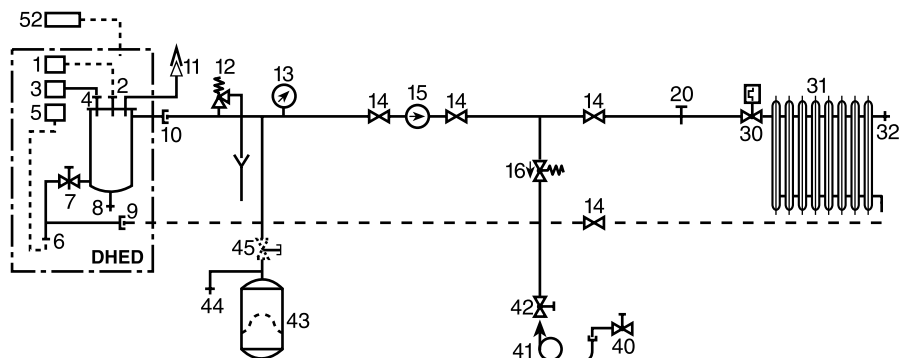
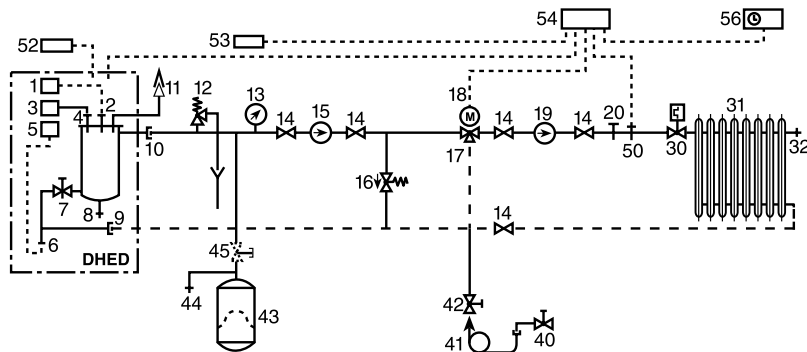
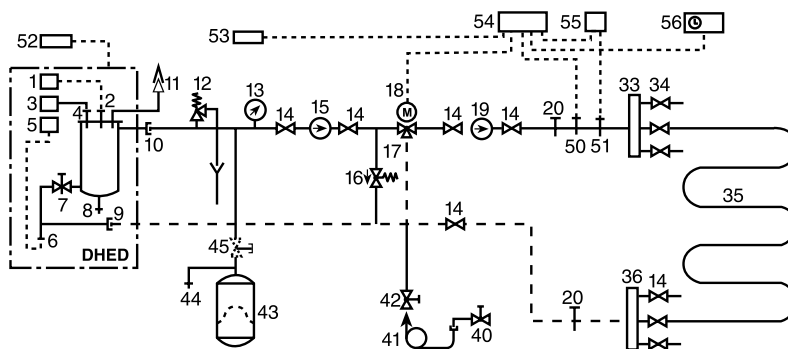

Рис. 4
Рис. 5
Рис. 6
**Указание:** в соответствии с рис.5 или рис.6 в контуре выработки тепловой энергии должны быть установлены циркуляционный насос и перепускной клапан.
**3.1.** Трубопровод должен быть проложен в соответствии со схемами, представленными на рис. 4, рис. 5 или рис. 6. Необходимо придерживаться существующих предписаний, положений и норм (см. стр. 5).